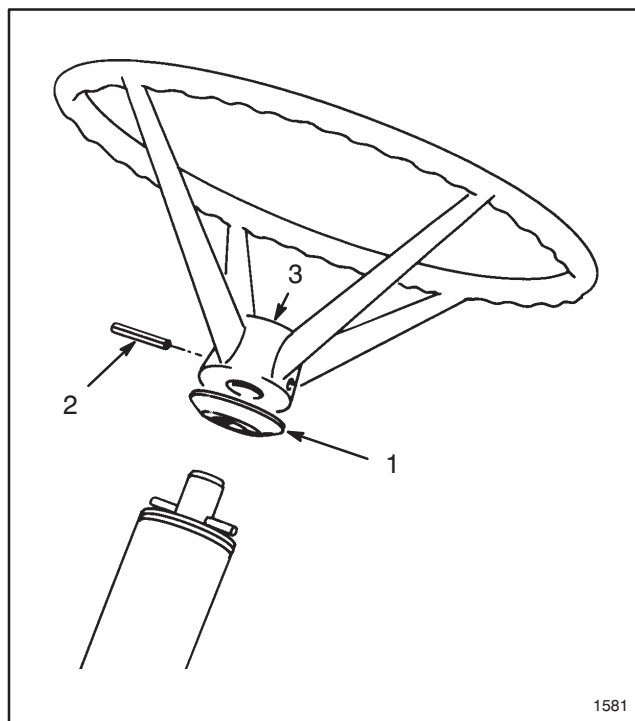

Figure 2
1. Enfiler la pièce intercalaire sur l'arbre de direction de sorte que la goupille de l'arbre vienne se loger dans la rainure de la pièce (Fig. 2).
Remarque: Le logo au centre du volant (Fig. 2) doit pouvoir se lire depuis le siège du cariste lorsque les roues sont dirigées tout droit.